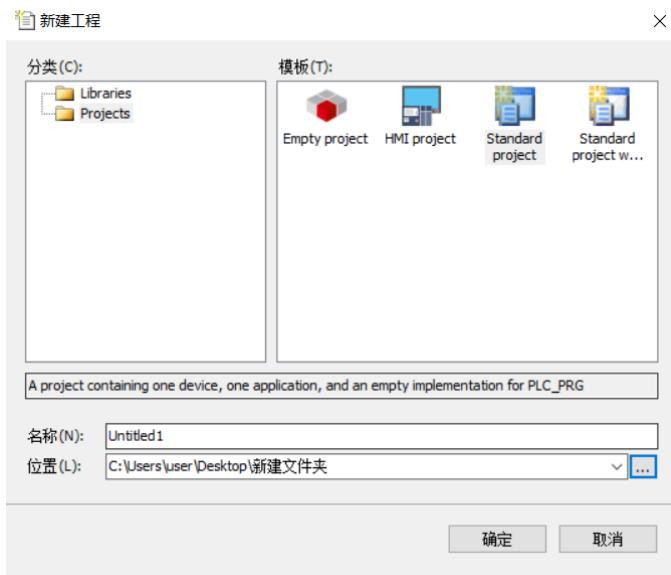

图13-2 工程分类
- 选择standard project【标准工程】，定义名称及存储路径以后点击【确定】，如图13-2所示。